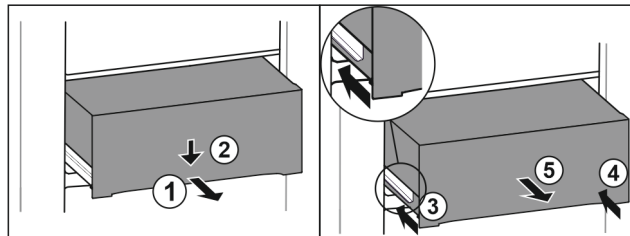

Fig. 80
- Витягніть ящик на половину. Fig. 80 (1)
- Спрямуйте висувний ящик вниз спереду. Fig. 80 (2)
- Вставте ліву рейку приблизно на 2 см. Fig. 80 (3)
- Вставте праву рейку приблизно на 2 см. Fig. 80 (4)
- Вийняти висувний ящик рухом вперед. Fig. 80 (5)